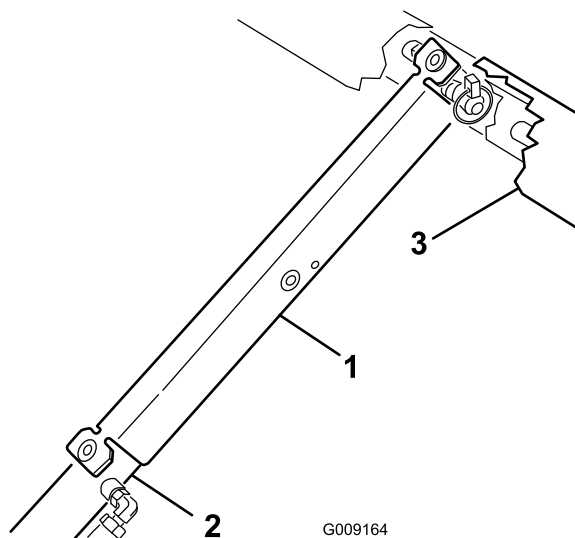

Figura 12
9. Introduza o apoio da plataforma na haste do cilindro, assegurando que as linguetas encostam à extremidade do cilindro e à extremidade da haste do cilindro (Figura 12).